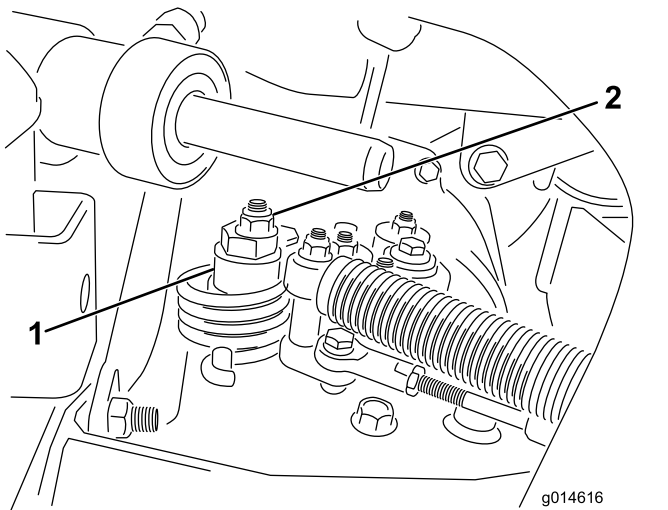

Bild 53
- A. Lösen Sie die Mutter, mit der der Exzenter oben am Hydrostat befestigt ist (Bild 53).
nicht mehr dreht, um den Exzenter und die Einstellung zu arretieren (Bild 53). Überprüfen Sie die Einstellung mit dem Gasbedienungshebel auf „Langsam“ und auf „Schnell“.